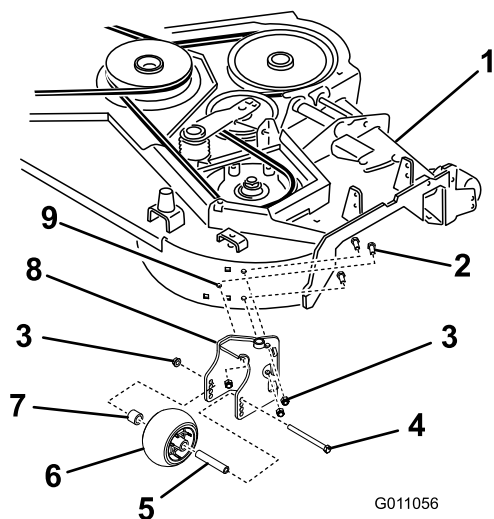

Figure 6
- Montez le nouveau pivot de ventilateur avec 3 boulons (3/8 x 1 po) et 3 contre-écrous (3/8 po) dans les trous percés (Figure 6).
- Montez le galet anti-scalp sur le pivot de ventilateur avec le boulon (3/8 x 4-1/2 po) retiré précédemment, une rondelle, une bague et un écrou à embase (3/8 po) (Figure 6).